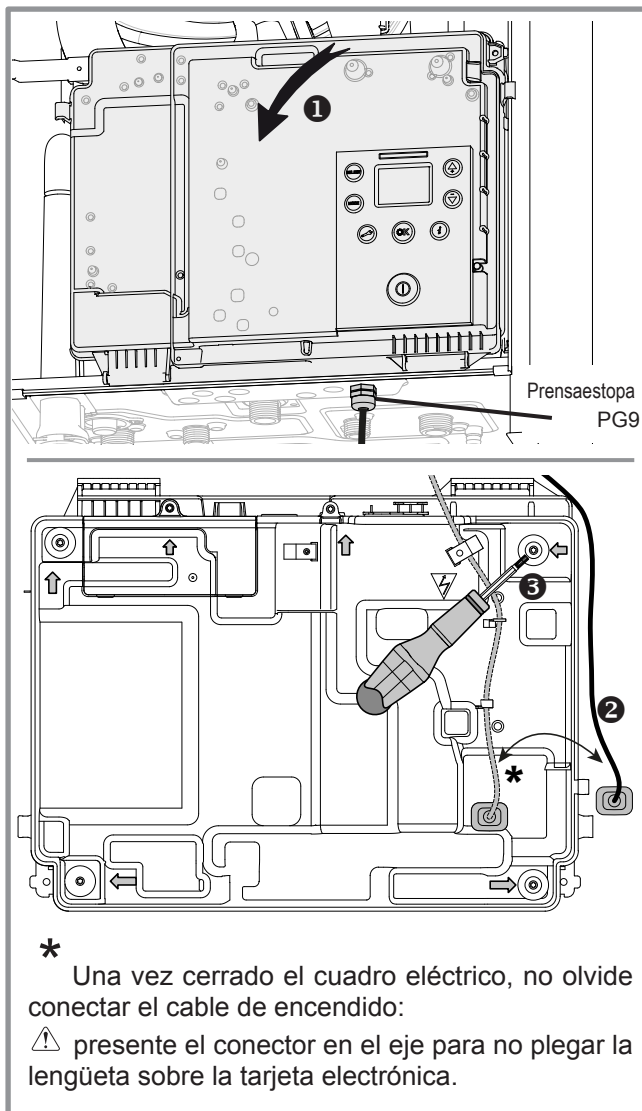

figura 33 - Acceso al cuadro eléctrico
- ❶ Baje el cuadro eléctrico (figura 33). En el momento de la abertura, sujete el cuadro.
- ❷ Desconecte el conector del cable de encendido.
- ❸ Abra la caja (6 tornillos torx).